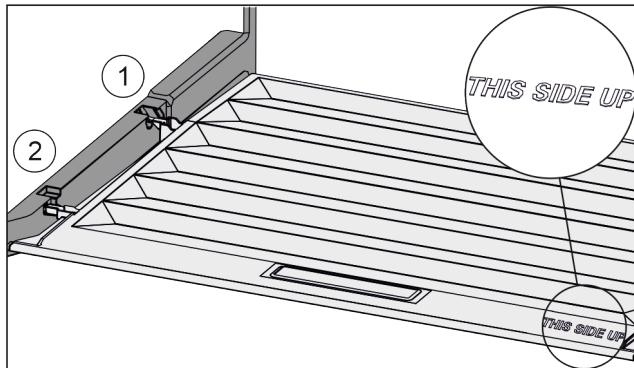

Fig. 85
- Пъхнете шийките на капака през отвора в задния държач Fig. 85 (1) и фиксирайте отпред в държача Fig. 85 (2).